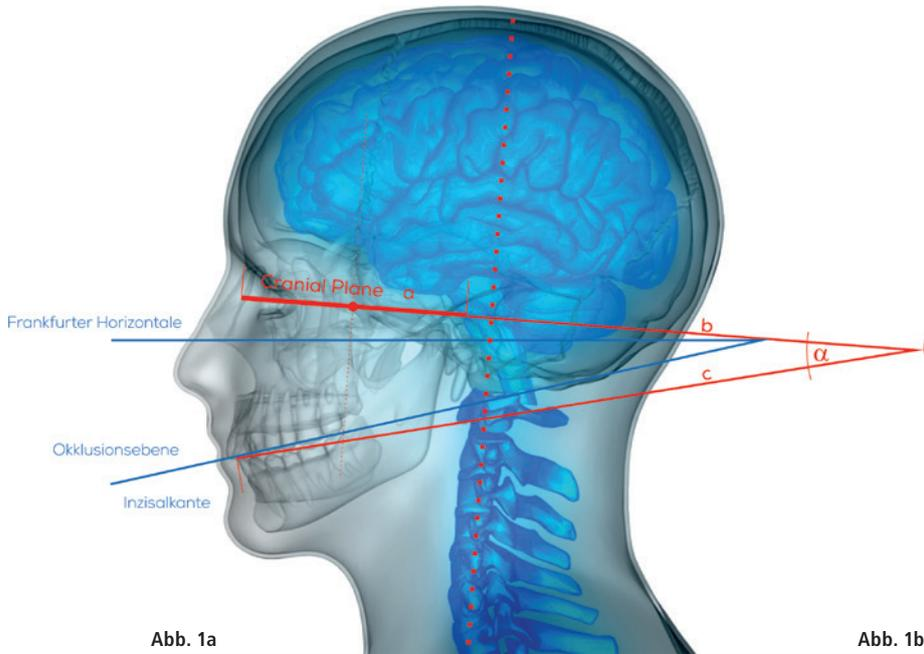
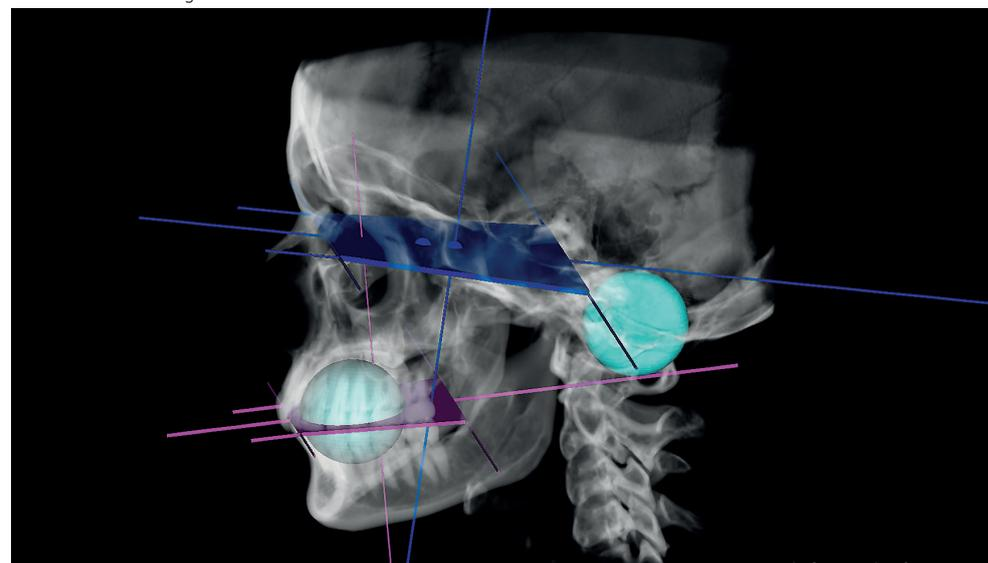
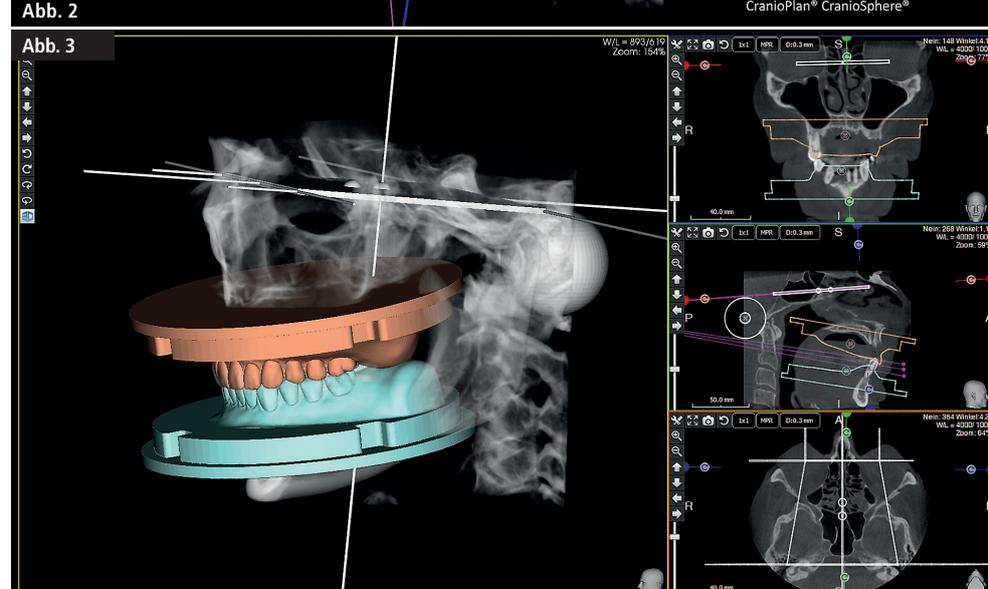

Abb. 1a
Abb. 2
Abb. 3
miteinander verbunden (Abb. 1a und b). Aus diesen definierten anatomischen Referenzpunkten im Schädel des Menschen lässt sich eine Bezugsebene – die Cranial Plane (CP; Abb. 2) – ableiten. Diese Ebene kann zur Kalibrierung und Referenzierung aller medizinischen Therapieverfahren, sowohl zahnmedizinisch als auch humanmedizinisch, herangezogen werden und erlaubt es dem Mediziner, Wissenschaftler und Techniker von definierten Referenzpunkten und Referenzebenen aus genaue und reproduzierbare Messungen durchzuführen. Das ist der entscheidende Punkt. Auf der Basis der CP haben wir ein neuartiges 3D-Kephallometrieverfahren entwickelt, welches die Planung der patientenindividuellen Okklusionsebene und der Zahnpositionen beim teilbezahnten und zahnlosen Patienten anhand anatomischer Bezugspunkte auf Basis fusionierter digitaler Daten erlaubt.
Abb. 1a und b: Die Sinnesorgane dienen mit ihren Eintrittspunkten in das Humansystem als anatomische Referenzpunkte.
Auf der Basis der Analyse des 3D-kephalometrischen CranioPlan®-Verfahrens (Abb. 2) erfolgt die Festlegung der Referenzpunkte im Bereich der Augen und des Innenohrs und daraus resultierend die Festlegung der CP. Die Festlegung der Okklusionsebene erfolgt einem durch die Analyse bestimmten Winkel eindeutig zur CP. Unter Berücksichtigung dieser Vorgaben erfolgt nun die Positionierung der virtuellen Prothesenblanks BDLoad® in der DVT-Aufnahme (Abb. 3). BDLoad® ist ein Fräsrohling, in dem die Zahnreihen in funktioneller, ästhetischer Aufstellung bereits inte-
Abb. 2: Ableitung der Cranial Plane (CP) als Bezugsebene aus den anatomischen Referenzpunkten. – **Abb. 3:** Positionierung der virtuellen Prothesenblanks nach dem Verfahren CranioPlan®.